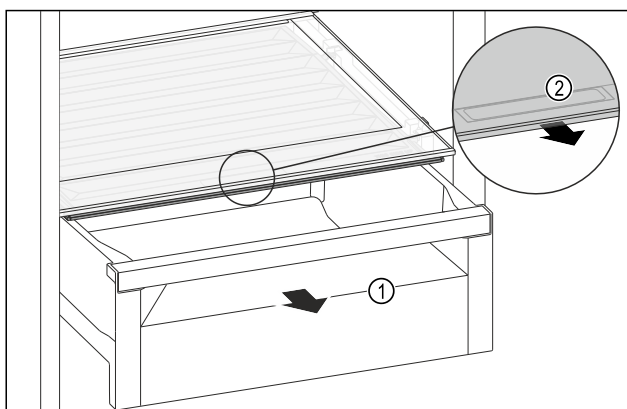

Fig. 111
- ▶ Zásuvku Fig. 111 (1) vytáhněte.
- ▶ Uchopte prohlubeň pro rukojeť Fig. 111 (2) na víku zásuvky a současně zatáhněte za víko zásuvky směrem dopředu.